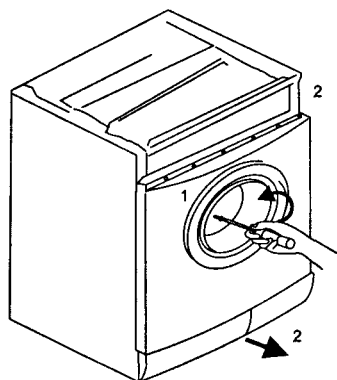

Рис. 3.17.37. Демонтаж цокольной панели
2) снимают цокольную панель (рис. 3.17.37);